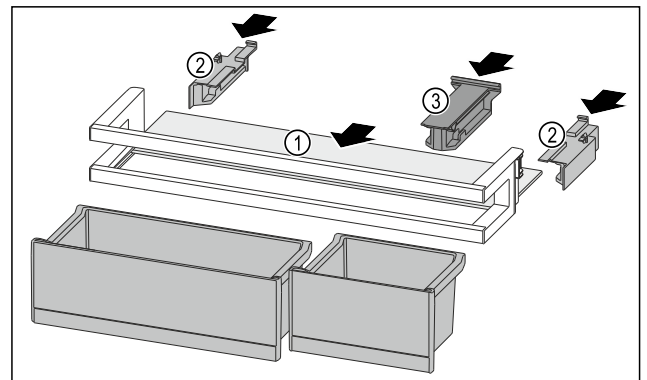

Fig. 173
- ▶ Abstellfläche Fig. 173 (1) in die seitlichen Aussparungen einschieben.
- ▶ Seitenteile Fig. 173 (2) einsetzen.
- ▶ Halteteil Fig. 173 (3) einsetzen.